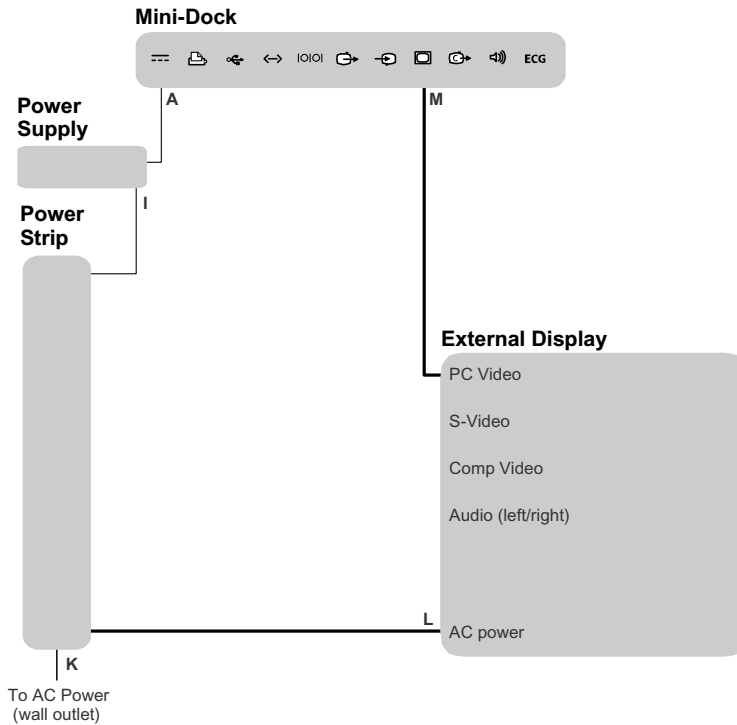

Abbildung 5 Anschluss eines externen VGA-Bildschirms an das MDSe
| Kabel anschließen (VGA-Bildschirm) | <ol style="list-style-type: none"> 1 Die Kabel anschließen. Siehe Abbildung 5 und „Kabel, Anschlüsse und Mini-Dock-Symbole“ auf Seite 19. <ul style="list-style-type: none"> • VGA-Kabel für externen Bildschirm (M) an externen Bildschirm und Mini-Dock • Netzkabel für externen Bildschirm (L) 2 Stromkabel des Systems (K) an eine entsprechende Wandsteckdose anschließen. |